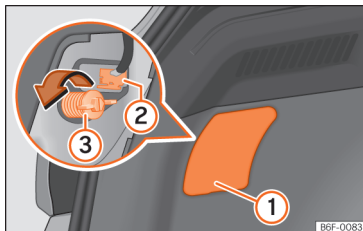
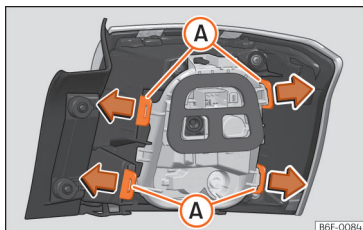

Рис. 172 Багажний відсік: доступ до гвинта кріплення заднього ліхтаря
Рис. 173 Фіксатори на звороті заднього ліхтаря
- Зніміть кришку >>> **рис. 172** (1), підчепивши її пласкою викруткою.
- Від'єднайте електричний роз'єм (2).
- Викруткою або рукою викрутіть гвинт кріплення ліхтаря (3).
- Зніміть панель з лампами, вивільнивши фіксатори >>> **рис. 173** (A).